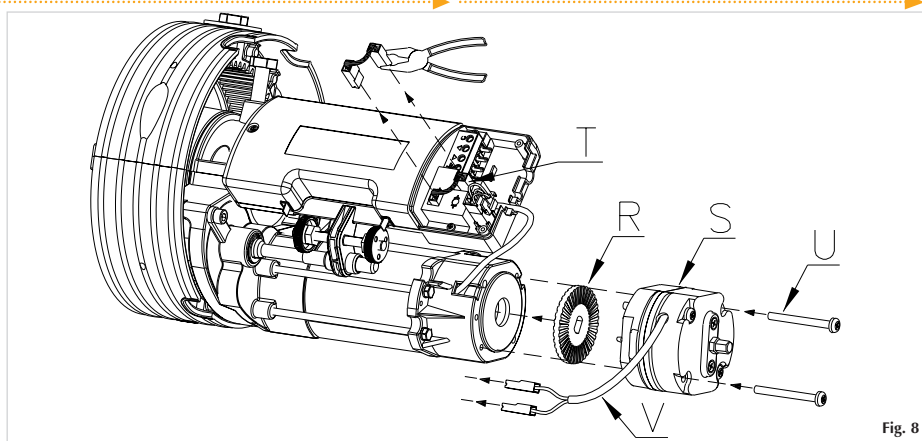

Fig. 8
- 1) Insert the brake ( R ) on the back of the electrical motor (see figure 8).
- 1) Insérez le frein ( R ) à l'arrière du moteur électrique comme indiqué en fig.8
- 1) Insertar el frenos ( R ) en la parte posterior del motor eléctrico como mues la fig.8.